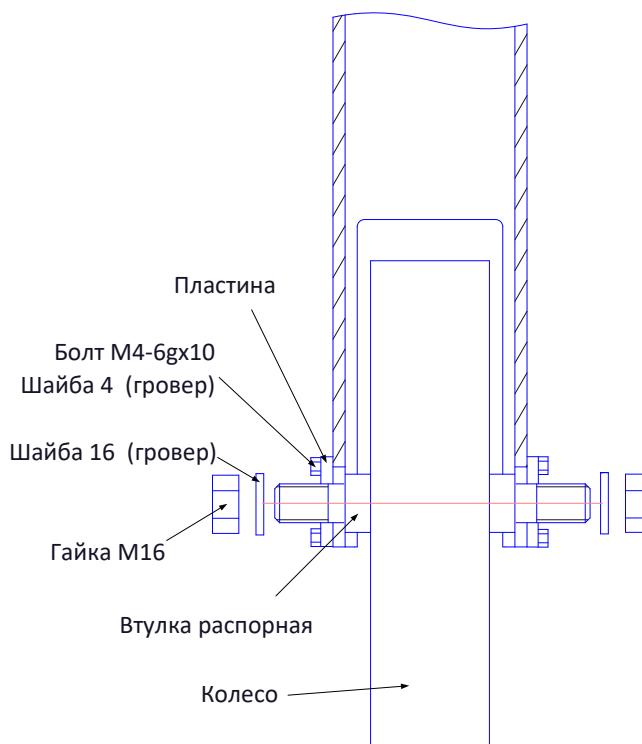

Рисунок 16 – Замена колесной пары.
5.6.8 При помощи двух рожковых ключей х24 отвинтить Гайки М16. При помощи рожкового ключа х7 отвинтить болты М4(см. рисунок 16), и снять колесо (левая ячейка).